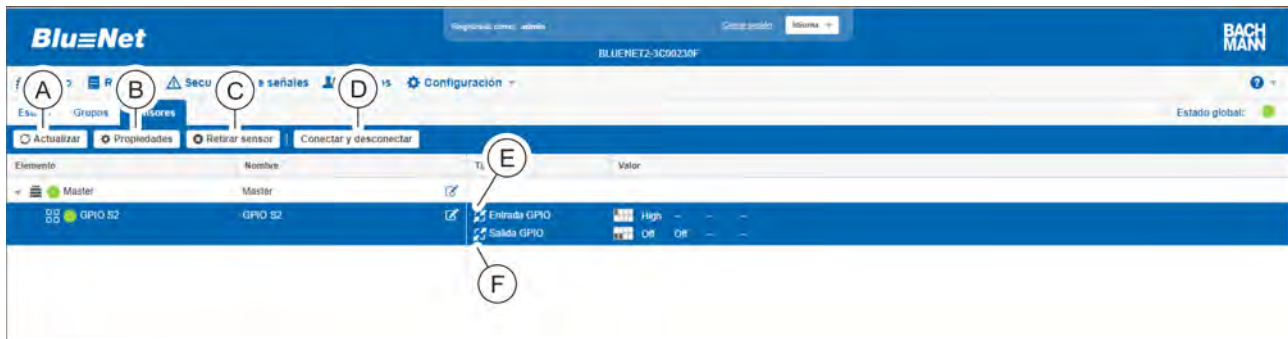

Fig. 114: Menú "Estado" – pestaña "Sensores" (módulo GPIO)
3. ➤ Seleccione el módulo GPIO (Fig. 114/Ⓔ).
4. ➤ Abra la vista detallada con el botón "Propiedades" (Fig. 114/Ⓢ).
1. ➤ Seleccione la entrada o salida correspondiente en la vista detallada (Fig. 114).
1. Seleccione el botón "Conectar y desconectar" (Fig. 114/Ⓞ).